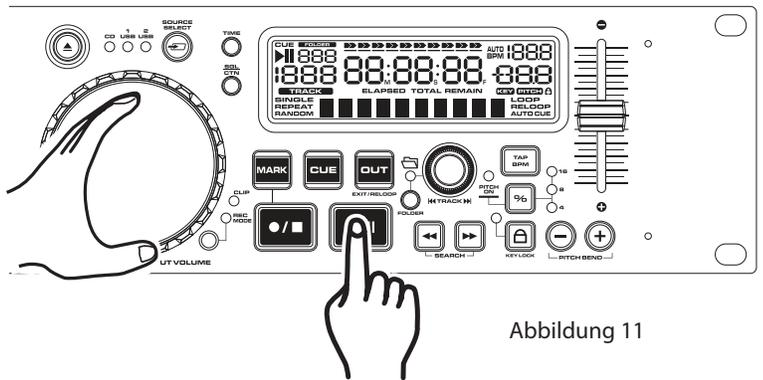

Abbildung 11
Dieses Feature ermöglicht es Ihnen, durch einen Track zu blättern, um einen Cue-Punkt oder einen-Loop Punkt zu setzen. Um diese Scroll-Funktion zu benutzen, müssen Sie sich im Pause-Modus befinden. Wenn Sie sich im Pause-Modus befinden, drehen Sie das JOG WHEEL (20) mit den Fingerspitzen oder der Hand, um durch den Track zu blättern (Siehe Abbildung 11). Drehen Sie das Rad im Uhrzeigersinn, um vorwärts durch den Track zu suchen, und drehen Sie es gegen den Uhrzeigersinn, um rückwärts im Track fortzuschreiten. Wenn Sie das JOG WHEEL (20) verwenden, können Sie dank der Monitor-Funktion eines Mixers (Kopfhörer-Funktion) hören, wo Sie sich gerade im Track befinden. Haben Sie den gewünschten Startpunkt erreicht, können Sie einen Cue (Start-) Punkt aus wiedergeben, indem Sie die PLAY/PAUSE -Taste (16) wie in Abbildung 11 drücken. Durch Drücken der CUE-Taste (18) können Sie immer wieder zu diesem Cue-Punkt zurückkehren.